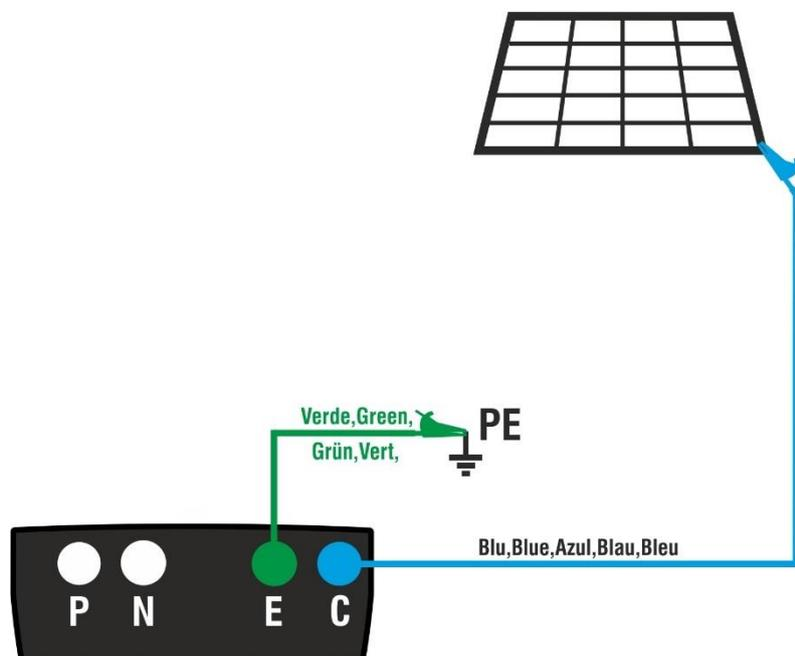

Fig. 6: Collegamento strumento per misura di continuità su strutture dell’impianto FV
5. Collegare lo strumento al modulo/stringa FV in prova e al nodo principale di terra dell’impianto come mostrato in Fig. 6
8. Collegare lo strumento al modulo/stringa FV in prova e al nodo principale di terra dell'impianto come mostrato in Fig. 6